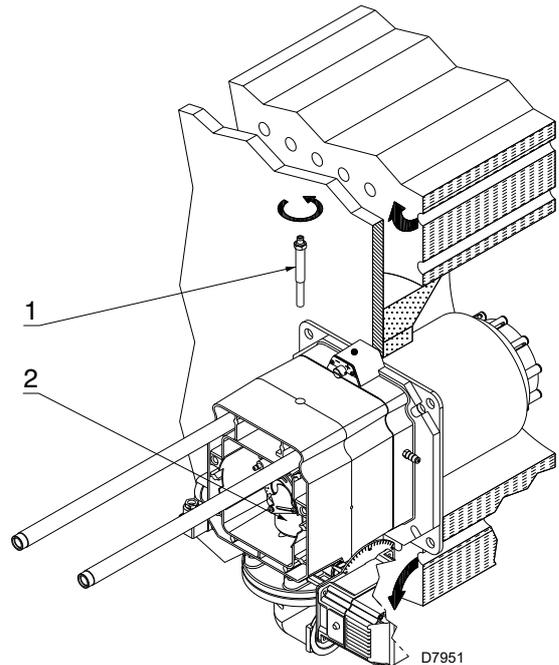

Fig. 14
- enlever la vis 1) (Fig. 14)
- d'extraire la partie interne 2)(Fig. 14) de la tête et de procéder à leur réglage.
À ce point de l'installation, la tête de combustion est fixée à la chaudière comme illustré dans la Fig. 14. Il est donc facile de la régler, le réglage dépend uniquement de la puissance maximale du brûleur.